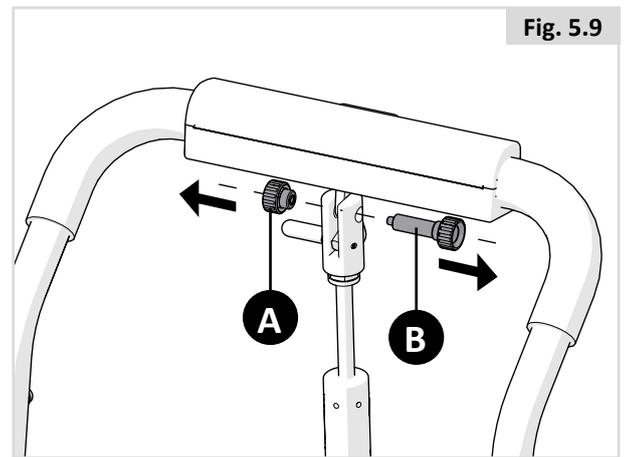

Fig. 5.9
Zum Falten des Rückens (gilt für manuelle und elektrische Rückenwinkelverstellung) lösen Sie die Rändelschraube aus Kunststoff (A) und ziehen Sie dann die andere Rändelschraube und die Achse (B) heraus (Fig. 5.9).